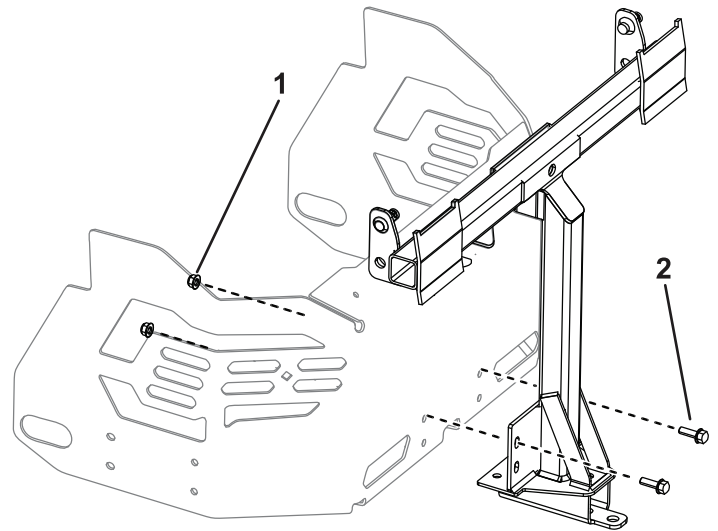

Figura 15
4. Sujete provisionalmente el bastidor de giro al bastidor de la máquina usando 2 pernos (5/16" x 1") y 2 contratuercas (5/16"), según se muestra en Figura 15.
6. Apriete los 2 pernos (5/16" x 1") y las 2 contratuercas (5/16"), según se muestra en Figura 15.